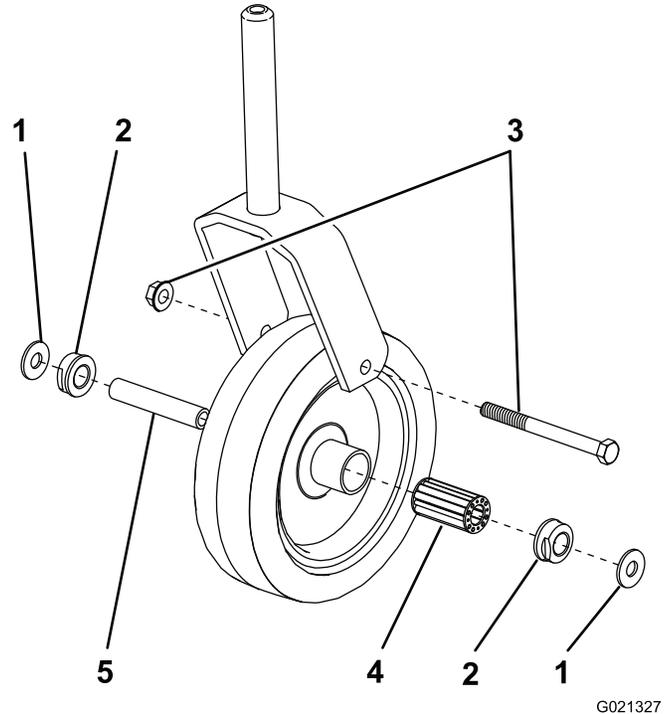

**Bild 25**
4. Stecken Sie einen Dorn oben oder unten in das Befestigungsrohr und treiben die Büchsen heraus (Bild 25). Treiben Sie dann die andere Büchse aus dem Rohr heraus. Reinigen Sie die Innenseite der Rohre.